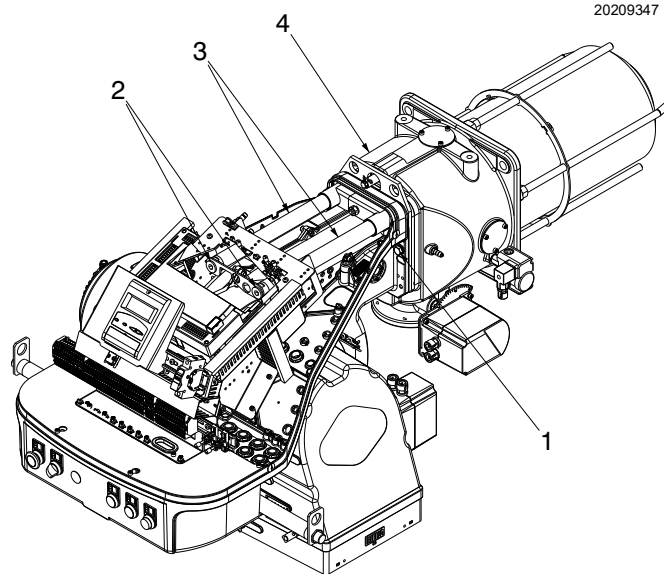

Abb. 23
Der Flammkopf wird durch Drehen der Schraube 1) im Uhrzeigersinn (Abb. 23 auf Seite 25) geschlossen.
- Ziehen Sie das Elektrodenkabel ein und lassen Sie dann den Brenner bis zur Muffe gleiten, sodass er sich in der Abb. 23 dargestellten Position befindet;
- befestigen Sie den Brenner mit der Schraube 1) (Abb. 23) an der Muffe.